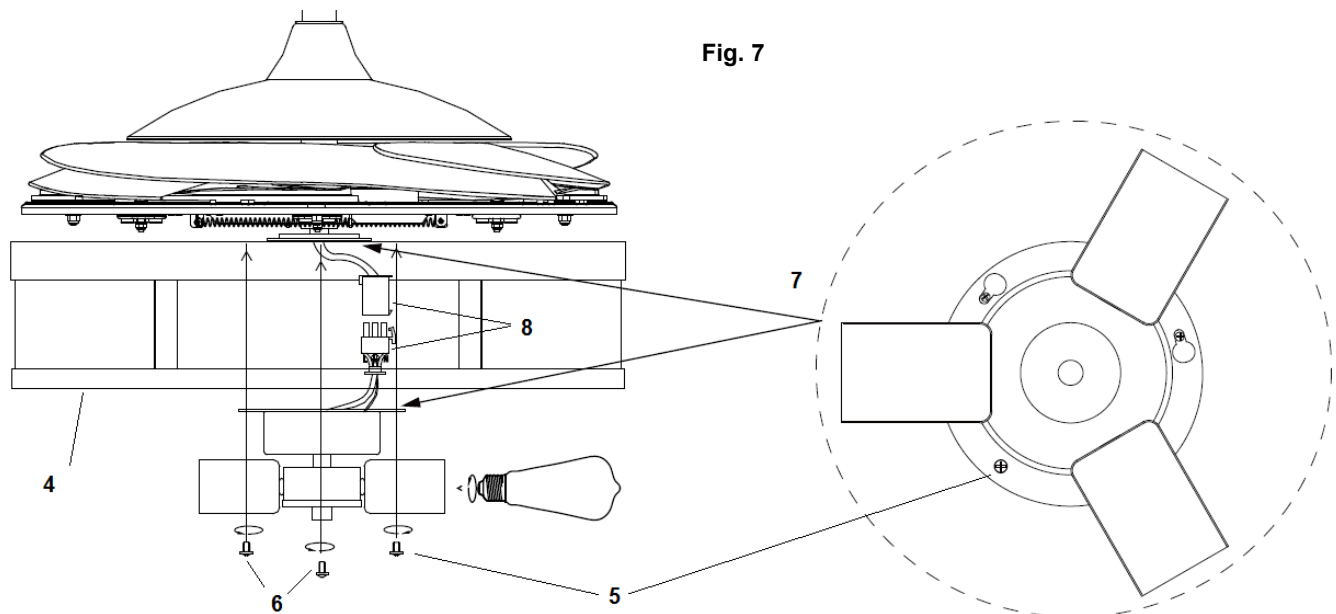

Fig. 7
44. Maak de stekkers (8) aan elkaar vast.
45. Draai de schroef (5) uit de lampenkap (4) los. Breng de twee sleufschroeven (6) op één lijn met de sleutelgaten van de lichtset (7). Fig.7